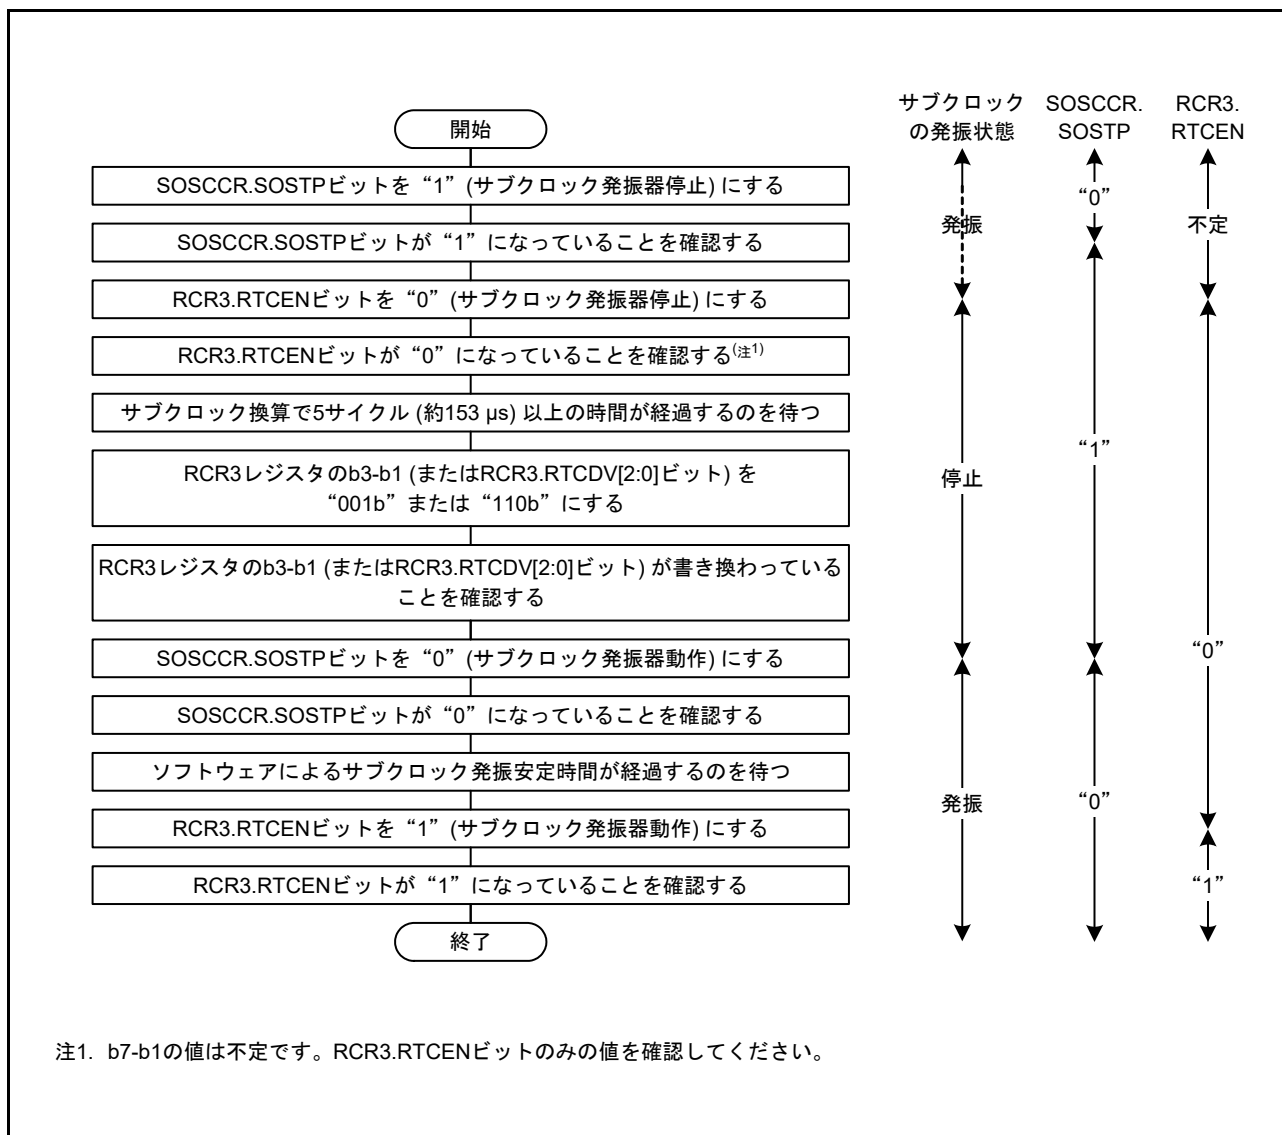

図 9.10 サブクロックをリアルタイムクロックのカウンタソースに使用する場合の初期化フローチャート例
- サブクロックをシステムクロックとして使用し、かつリアルタイムクロックのカウンタソースとして使用する場合は、図 9.10 のフローチャートの例に従って初期設定してください。その後、「24.3.2 クロックとカウンタモード設定手順」に記載されたクロック設定手順に従って設定してください。